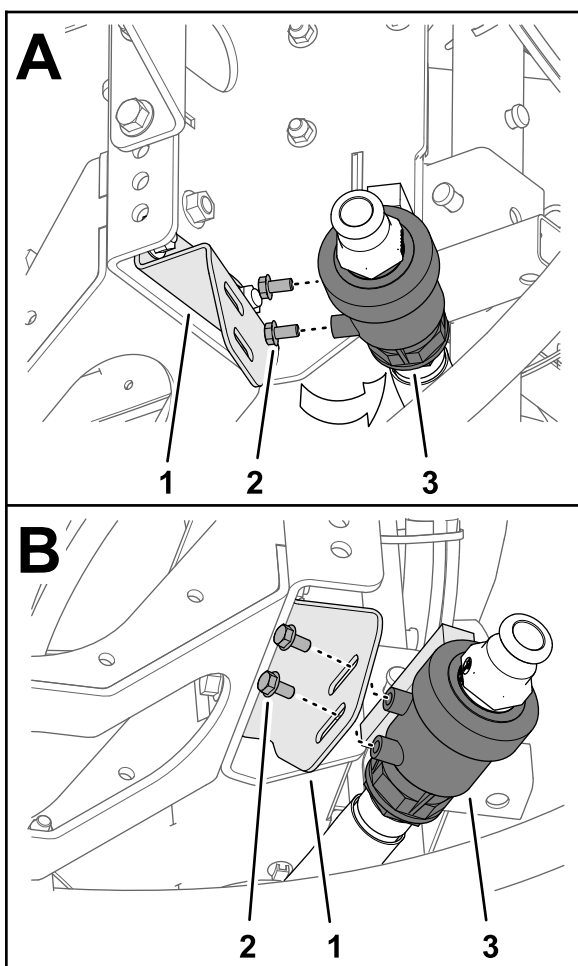

Figura 14
3. Demontați cele 2 uruburi cu guler (5/16 x 5/8") din carcasa robinetului de evacuare (Figura 14).